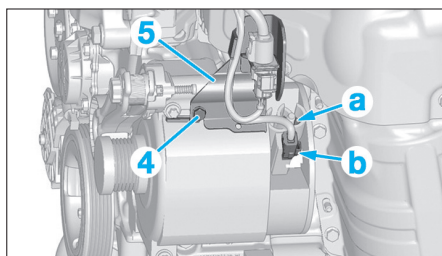

Fig. 14
- le tuyau de dégazage (2),
- les manchons (3) d'entrée et de sortie de l'échangeur de suralimentation.
- la vis (4) du support (Fig.14),